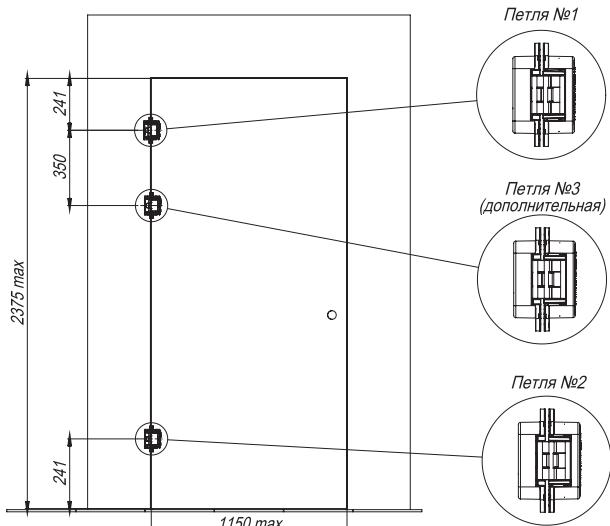
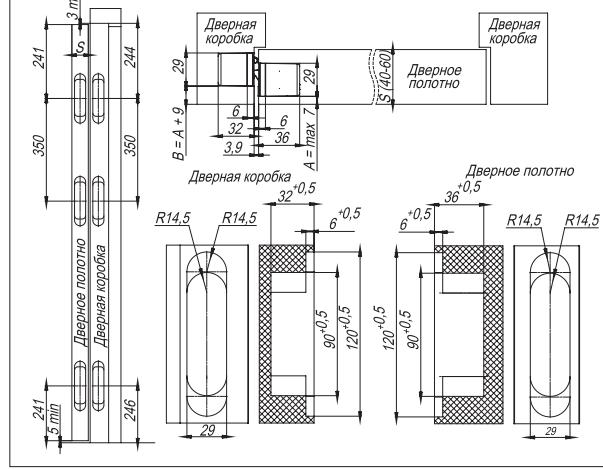

Рисунок 1 – Расположение петель.
Рисунок 3 – Размеры пазов под петли.
1. Определить количество устанавливаемых петель исходя из массы дверного полотна и наличия доводчика и/или дверного упора. Отфрезеровать установочные пазы под петли в дверном полотне и в дверной коробке (см. рис.1, рис.3).